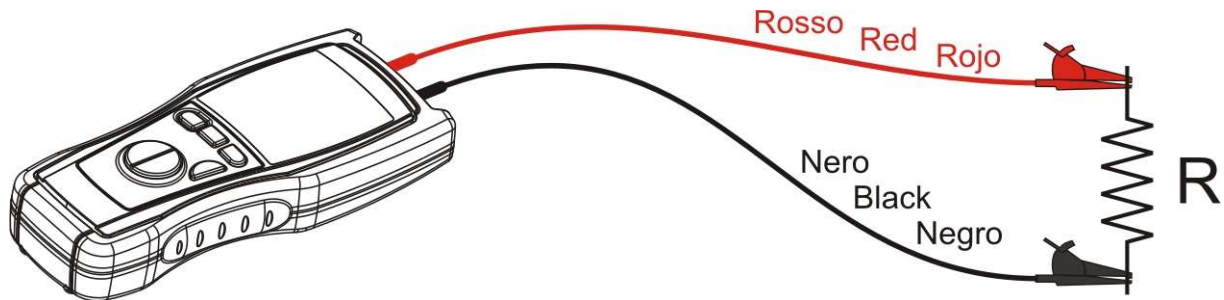

Abb. 4: Verbindung der Anschlüsse des Geräts bei einem  $\Omega$  Test
5. Platzieren Sie die Prüfsonden an den gewünschten Punkten zu testenden Stromkreises (siehe Abbildung 4)